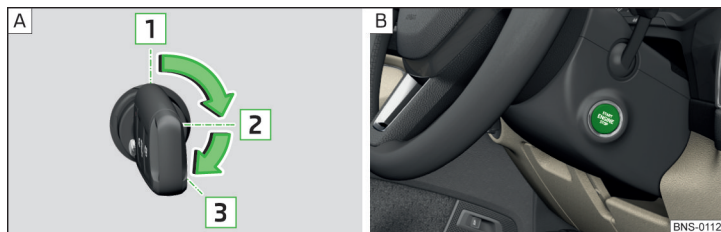

Fig. 249 Positions de la clé du véhicule dans le contacteur d'allumage / bouton de démarrage
Positions de la clé du véhicule dans le contacteur d'allumage » fig. 249 - [A]
➤ Appuyez sur le bouton » fig. 249 - [B], le contact est mis/coupé.
- Pour les véhicules avec un **contacteur d'allumage**, tournez la clé dans la position **3** » fig. 249 à la page 216 - [A], le processus de démarrage s'exécute. Puis relâchez la clé, le moteur démarre automatiquement.
- Pour les véhicules avec un **bouton de démarrage**, appuyez brièvement sur le bouton » fig. 249 à la page 216 - [B], le moteur démarre automatiquement.
- Pour les véhicules avec un **contacteur d'allumage**, tournez la clé dans la position **1** » fig. 249 à la page 216 - [A].
- Pour les véhicules avec un **bouton de démarrage**, appuyez sur le bouton » fig. 249 à la page 216 - [B], le moteur et le contact sont coupés en même temps.
➤ Maintenez le bouton appuyé » fig. 249 à la page 216 - B ou appuyez deux fois en 1 seconde.